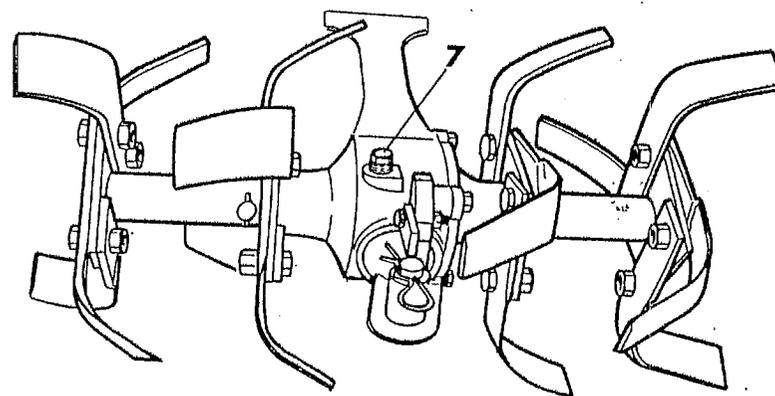

Abb. 20
- Im Kegelradgetriebe der Hackfräse sollen ca. Liter Getriebeöl SAE 80 sein. Ölstand bei Verschlussschraube (7 Abb. 20) überprüfen. (das Gehäuse muß fast voll sein).